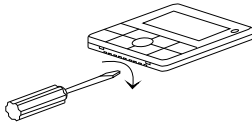

Рис. 3
2. Как показано на рис. 3, используя плоскую отвертку, аккуратно отсоедините заднюю крышку пульта (слишком сильное усилие может повредить конструкцию).